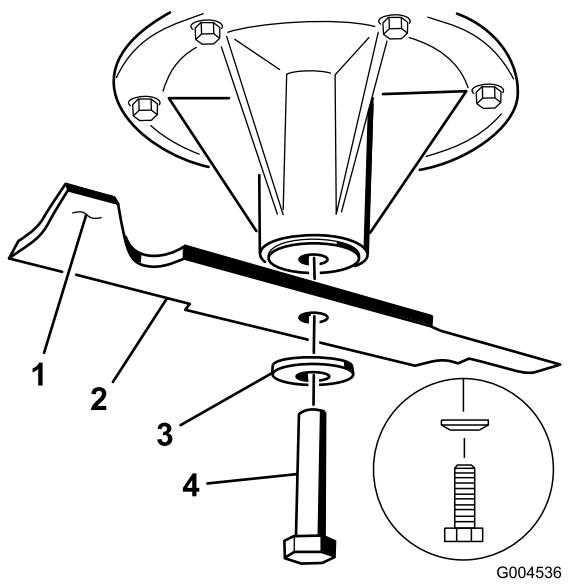

Figura 93
2. Retire del eje el perno de la cuchilla, la arandela curva y la cuchilla (Figura 93).